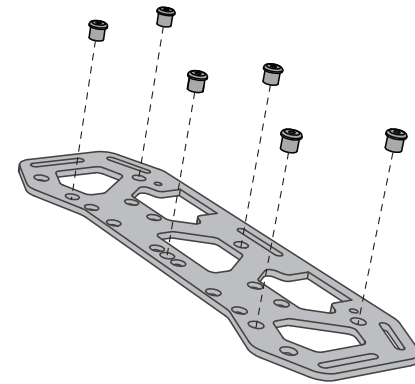

Abbildung 8. Montage der Gummiringdichtung
2. Montieren Sie die sechs Gummiringdichtungen wie in **Abbildung 8** gezeigt an jedem Cargo-Träger.